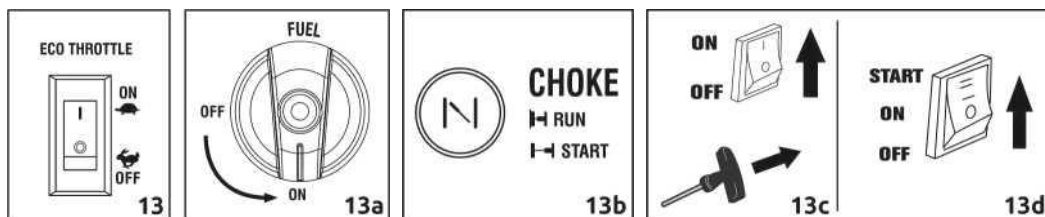

Рисунок 13 - Ручной и электрический запуск
2. Переключите тумблер ECO THROTTLE в положение OEE(рис.13)
4. Переведите воздушную заслонку в положение 8ТАПТ (рис.13б)
5. Переведите тумблер зажигания в положение OYI (рис. 13с)
6. При электрическом запуске переведите кнопку в положение 8ТАРТ (рис. 13б)
7. После запуска двигателя плавно переведите воздушную заслонку в положение ГЧСЫ (рис.13б)